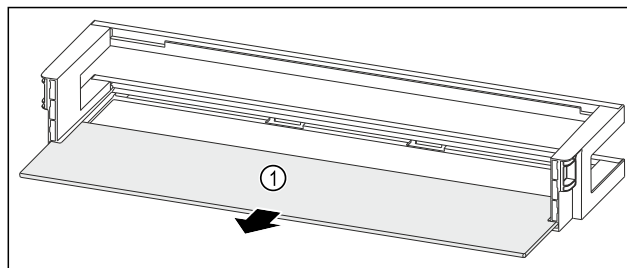

Fig. 91 Balconnet de contre-porte avec tablette de rangement
- Retirer la tablette de rangement Fig. 91 (1).